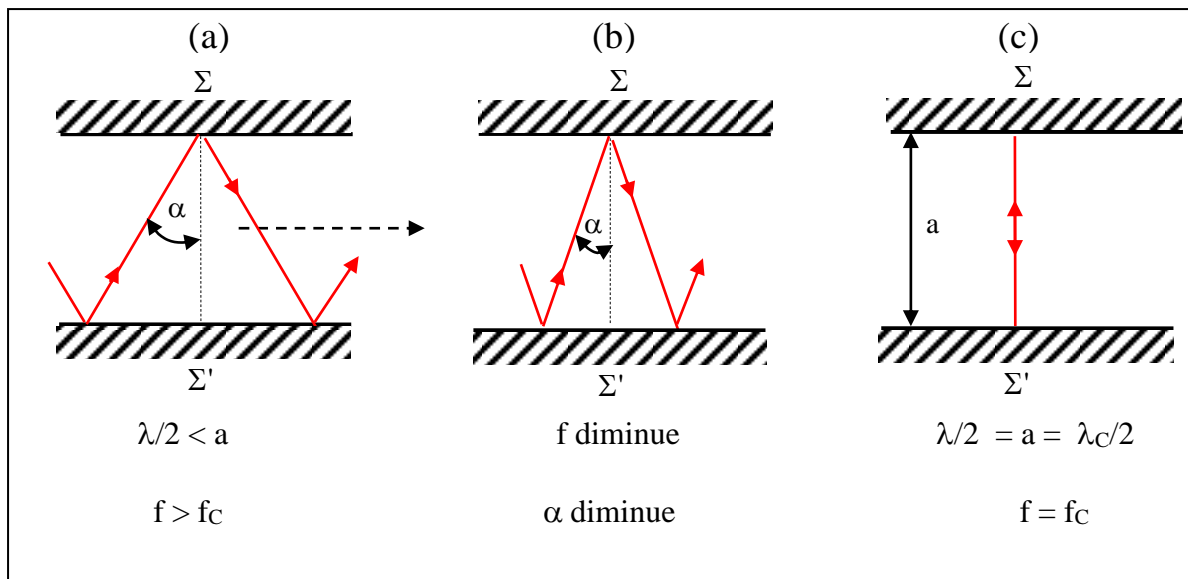

Figure 13 : Le guide d'ondes se comporte comme un filtre passe-haut et seules les fréquences supérieures à $f_c = c/2a$ peuvent se propager
On montre également (voir annexe I) que l'angle α de réflexion, en figure 13-a, est lié à la longueur d'onde libre par :
- Quand la fréquence f diminue à partir d'une valeur élevée, la longueur d'onde λ augmente, le cosinus également et l'angle α diminue (figure 13-b).
- Pour une certaine fréquence $f_c = \frac{c}{2a}$, appelée **fréquence de coupure** ($\alpha = 0$), l'OEM ne se propage plus (figure 13-c). Le guide d'onde se comporte donc comme un **filtre passe haut**.